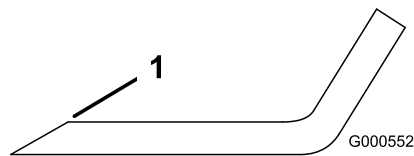

Figura 58
1. Utilize uma lima para afiar a extremidade de corte em ambas as extremidades da lâmina (Figura 58).
Nota: Se a lâmina não estiver equilibrada, lime algum metal apenas da extremidade da área curva (Figura 58).